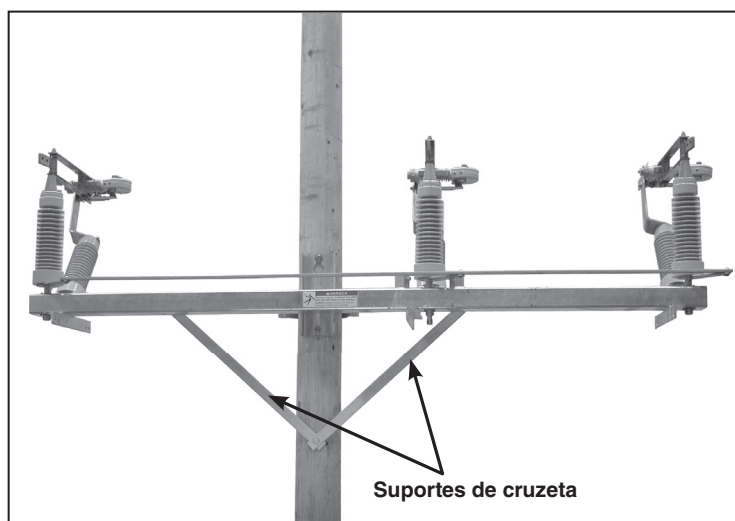

Figura 12. Fixação dos suportes de cruzeta (fornecidos pelo cliente) à base da chave.
PASSO 10. Caso desejado, podem ser empregados suportes de cruzeta (fornecimento de terceiros) para fixação da base da chave. Ver Figura 12. Consulte o diagrama de montagem.